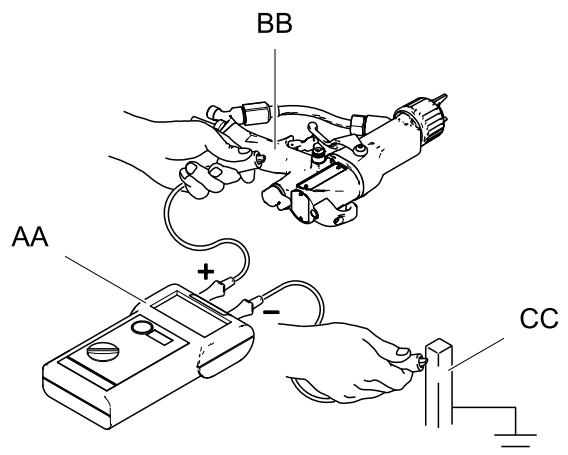

Figure 16 De elektrische aarding controleren
Megohmmeter onderdeelnr. 241079 (AA, zie Afb. 16) is niet goedgekeurd voor gebruik in een explosiegevaarlijke omgeving. Om het risico van vonken te verminderen, mag de megohmmeter niet gebruikt worden om de elektrische aarding te controleren, tenzij de volgende voorzorgsmaatregelen zijn genomen:
2. Zet de ES aan-/uitschakelaar op UIT (O).
6. Meet de weerstand tussen de greep van het pistool (BB) en een goed aardpunt (CC). Gebruik een meetspanning tussen de 500 en maximaal 1000 volt. De weerstand mag niet meer dan 1 megohm zijn. Zie Afb. 16.